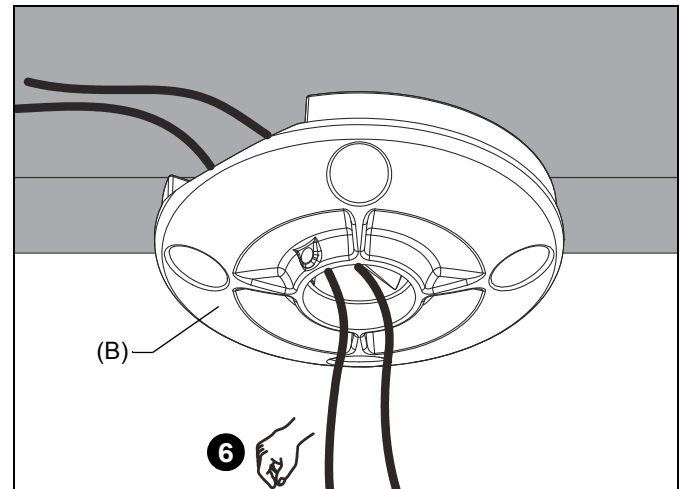

Figure 6
6. Faites passer les câbles à travers les orifices de la plaque de plafond (B). (Voir Figure 6)